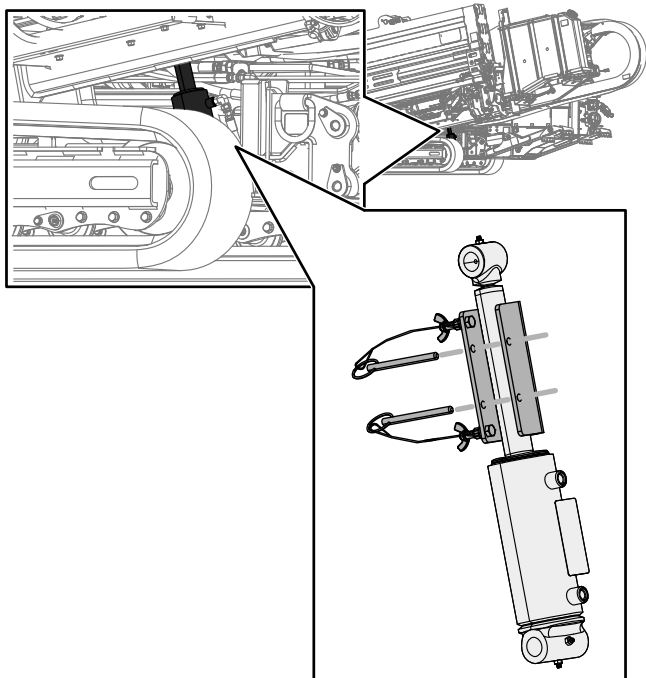

Figure 75
4. Placez le dispositif de blocage de vérin sur la tige du vérin (Figure 75).
5. Fixez le dispositif de blocage du vérin avec la goupille fendue et l'axe de chape (Figure 75).